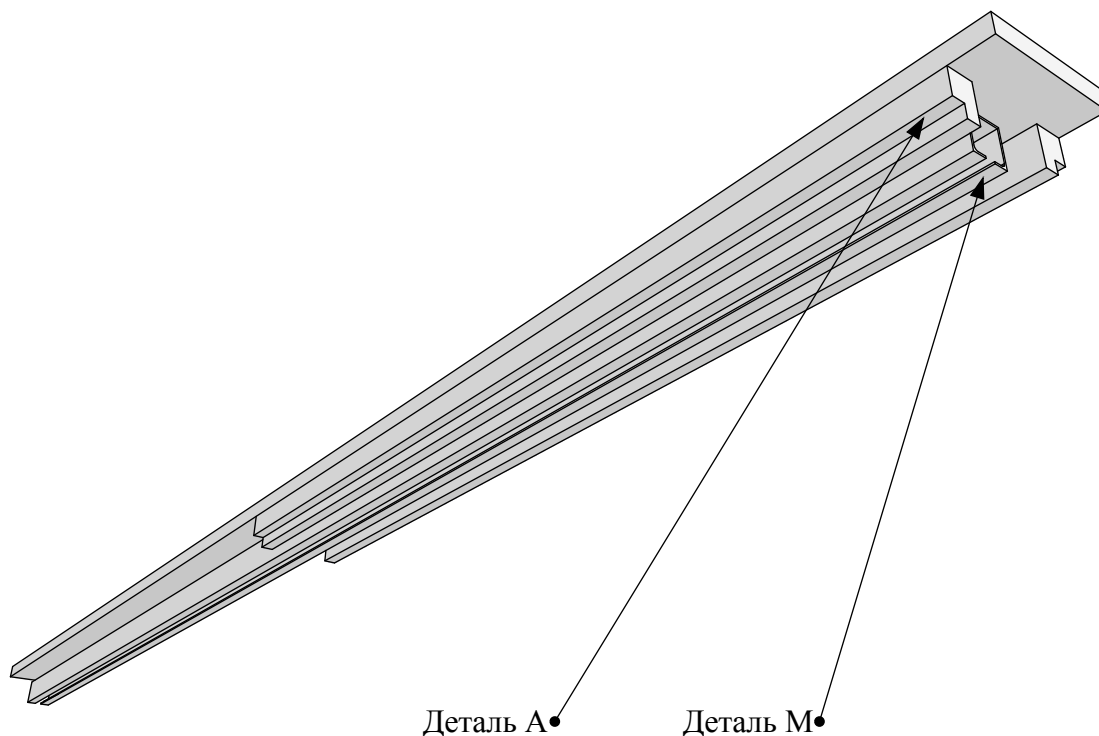

Рисунок 3
1. Взять верхний элемент (деталь А) с присоединённой верхней направляющей (деталь М). Проверить надёжность крепления, при необходимости затянуть крепёжные саморезы (Рис.3).